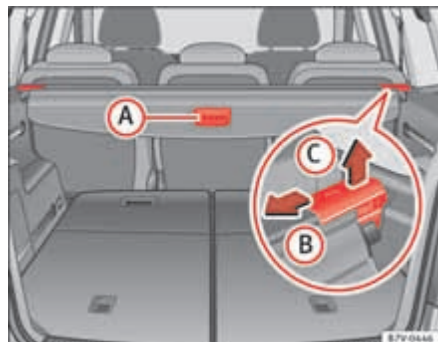

Fig. 91 En el maletero:
- Tire de la maneta de la bandeja ⇒ **página 138, fig. 91 A** un poco hacia atrás.
- Desbloquee la bandeja en la dirección de la flecha ⇒ **página 138, fig. 91 B**.
- Presione la bandeja en el sentido que indica la flecha ⇒ **página 138, fig. 91 B**.
- Desbloquee la bandeja en el sentido de la flecha ⇒ **página 138, fig. 91 B** y levántela en el sentido de la flecha **C**.